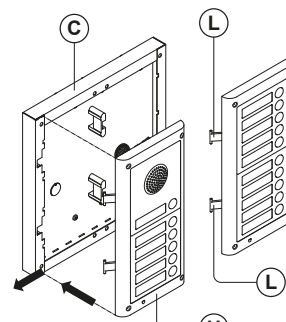
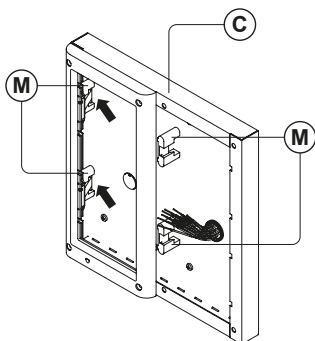

Fig. 46
Fig. 47
- Als er meer dan een steunframe is, haak het steunframe aan de kast beginnend van links. Voor het gemak beschrijven we hoe het linkerframe te bevestigen maar dezelfde procedure moet uitgevoerd worden voor het rechterframe. Zoals getoond in **Fig. 46**, haak het steunframe van de module **(H)** (compleet met modules) vast aan de kast **(C)** en verplaats het frame zoals aangegeven door de pointers. Zorg ervoor dat de pinnen **(L)** (**Fig. 46**) in de behuizing **(M)** passen zoals getoond in **Fig. 47**;